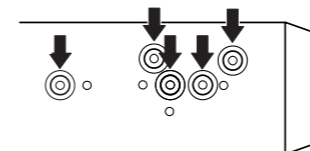
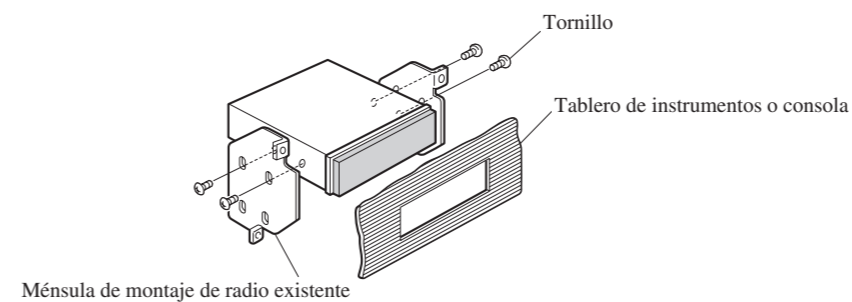

Fig. 9
Fig. 10
**2. Fijación de la unidad a la ménsula de montaje existente. (Fig. 9) (Fig. 10)**